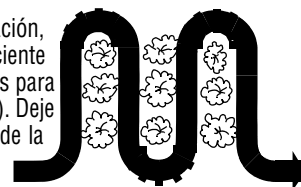

Fig. 4-9
- Al realizar tareas de labranza (rompiendo la superficie de suelo alrededor de las plantas para destruir las malezas, vea la Fig. 4-9), ajuste los dientes para cavar únicamente a una profundidad de 1” a 2”. El uso de profundidades de labranza menos pronunciadas ayuda a evitar lesiones a las plantas cuyas raíces a menudo crecen cerca de la superficie. Si es necesario, levante las barras de control ligeramente para evitar que los dientes cavén demasiado profundo. (La labranza regular no sólo elimina malezas, sino que además afloja y airea el suelo para mejor absorción de la humedad y crecimiento más rápido de las plantas). Si se riega el área del jardín unos cuantos días antes de la labranza se facilitará esta tarea; también se contribuye permitiendo al suelo recién trabajado asentarse por uno o dos días antes de la pasada final, profunda, de la cultivadora.
Si realiza la planificación, podrá dejar suficiente espacio entre las hileras para cultivar (vea la Fig. 4-9). Deje espacio para el ancho de la cubierta, más suficiente espacio adicional para crecimiento futuro de las plantas.